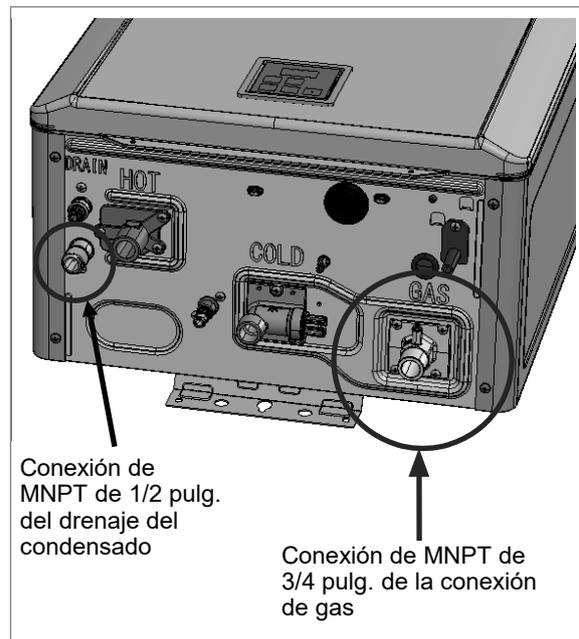

Figura 48
1. Aplique sellador de roscas en el puerto de drenaje del condensado de MNPT de 1/2 pulg. Consulte la Figura 48 para ver la ubicación del drenaje del condensado.